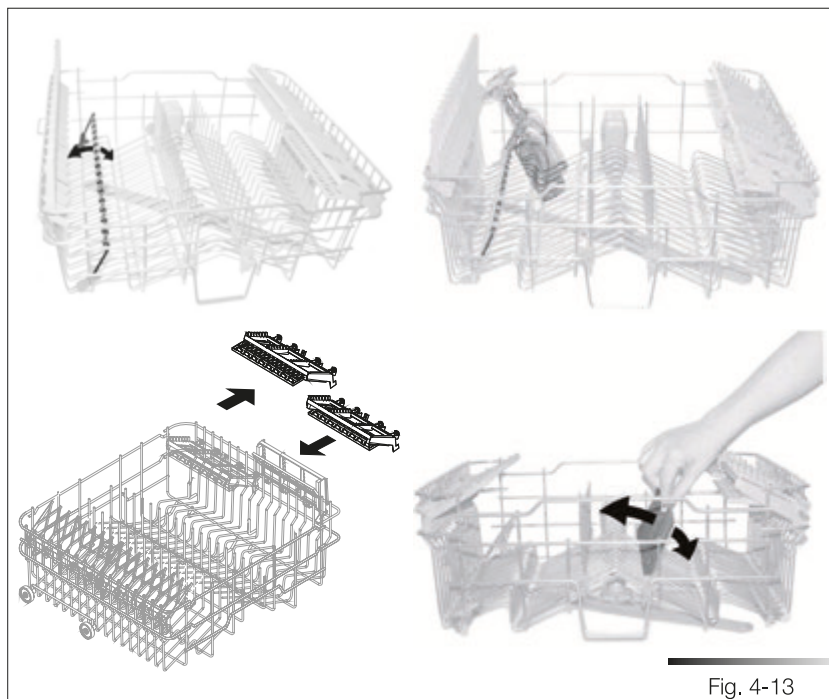

Fig. 4-13
4.3.3 Panier supérieur (voir fig. 4-13)